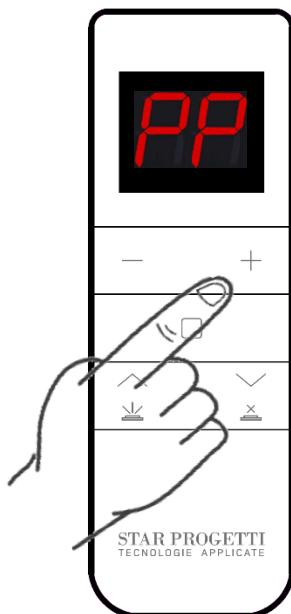

Fig.19
- Tramite i pulsanti “+” e “–“ selezionare il canale PP Fig.19 e subito dopo premere il pulsante come da Fig. 20